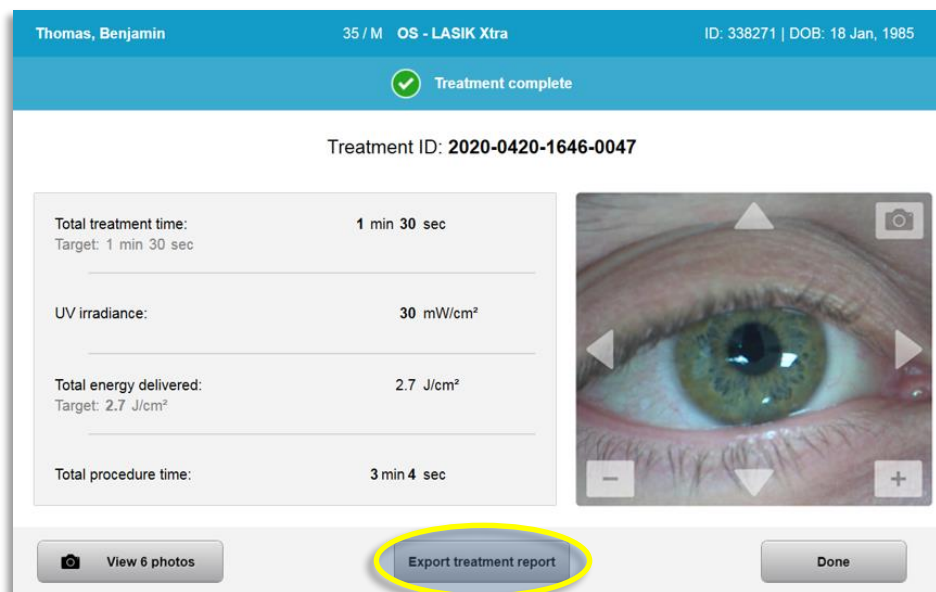

Figura 3-39. Exportarea raportului tratamentului
- Selectați „Exportați raportul tratamentului” (Export treatment report), ca în Figura 3-39, pentru a salva raportul pe un stick USB.